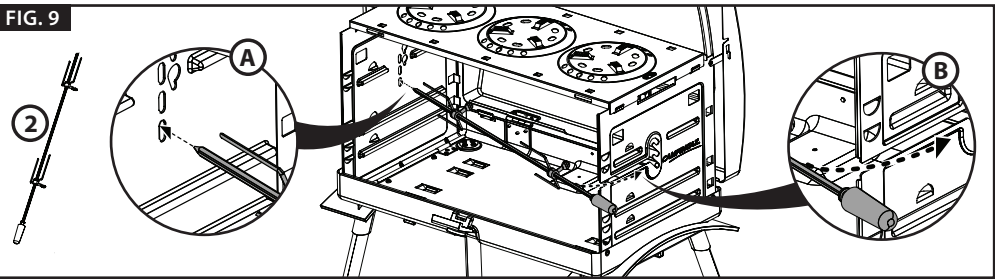

FIG. 10
8. Setzen Sie die Fettauffangschale in das Gehäuse ein (Abb. 10). Stellen Sie sicher, dass die Fettauffangschale auf einem der Schienenpaare an den Seitenwänden liegt. **HINWEIS:** Verwenden Sie das Gerät nicht ohne eingesetzte Fettauffangschale. Platzieren Sie die Fettauffangschale nicht in einer Position, in welcher der Betrieb des Spießes beeinträchtigt werden könnte. Platzieren Sie die Fettauffangschale nahe am Essen, so dass die Hitzereflexion erhalten bleibt.